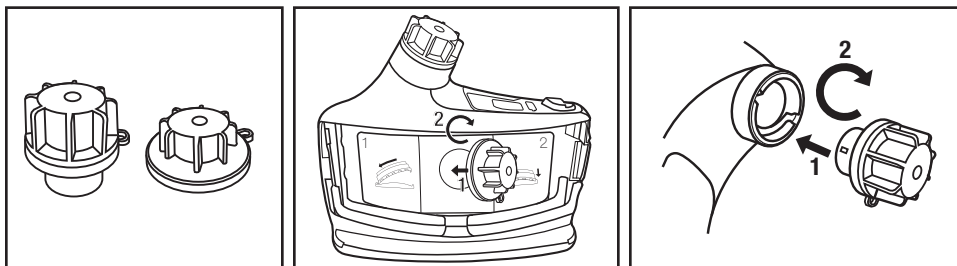

Fig. 18 – Pose des couvercles de nettoyage et d'entreposage du souffleur à moteur
- Si un nettoyage additionnel est requis, retirer le filtre ou la cartouche et le tuyau de respiration. Pour que le moins de matière possible tombe dans le souffleur à moteur, enlever le filtre ou la cartouche lorsqu'ils sont tournés vers le bas. Poser les obturateurs de nettoyage et d'entreposage dans les orifices d'entrée et de sortie (trousse de nettoyage et entreposage TR-653 3M™) sur le respirateur TR-600 (Fig. 18). **Le respirateur TR-600 peut maintenant être rincé à l'eau froide, immergé ou mis dans une laveuse pour respirateur pour un nettoyage plus approfondi.** La température de l'eau ne doit pas dépasser 50°C (122°F). S'assurer, avant chaque utilisation, que les joints d'étanchéité des obturateurs ne sont pas usés ou endommagés. Remplacer les joints d'étanchéité usés ou endommagés. Le fait de laver le respirateur TR-600 Versaflo lorsque les joints d'étanchéité des obturateurs sont endommagés peut le détériorer et annuler la garantie. Ne pas immerger ni mettre les souffleurs qui sont tombés par terre ou endommagés en raison du risque de pénétration d'eau. Remplacer les joints d'étanchéité toutes les 30 utilisations ou annuellement, selon la première éventualité, afin de réduire l'utilisation de joints d'étanchéités usés.